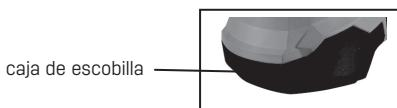

Fig. 8
La escobilla de carbón se puede retirar quitando al cubierta de capuchón (9), el capuchón de caucho y capuchón de escobilla en ese orden en el interior (Ver Fig 8)